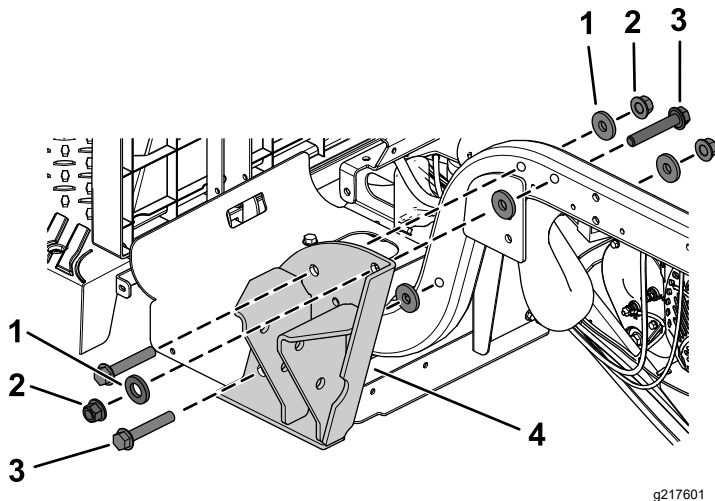

Figura 25
1. Instale un soporte del ROPS usando 3 pernos con arandela prensada ($\frac{1}{2}$ " x 3"), 5 arandelas planas ($\frac{1}{2}$ "), y 3 contratuercas ($\frac{1}{2}$ "), según se muestra en Figura 25.
Nota: Asegúrese de instalar las 2 arandelas planas ($\frac{1}{2}$ ") en el exterior, según se muestra en Figura 25.